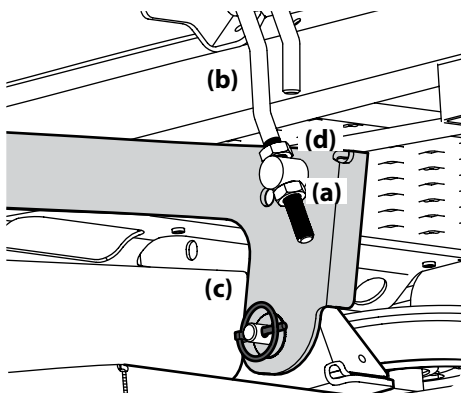

Figura 4-6
3. Afloje la contratuercas inferior (a) del brazo de elevación ajustable (b) que está conectado al brazo de elevación de la plataforma (c) a fin de bajar la plataforma y ajuste la contratuercas superior (d) para sujetar la plataforma en su lugar, afloje la contratuercas superior (d), luego ajuste la contratuercas inferior (a) para elevar la plataforma y sujetarla en su lugar. Vea la Figura 4-6.